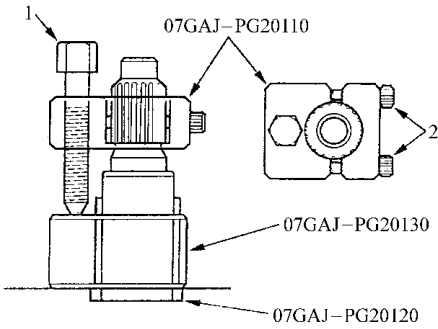

图 4-110 将专用工具连接到主軸上
14) 根据以下说明，将专用工具连接到主轴上。如图 4-110 所示，拧紧主轴固定架螺栓，然后松开 2 个六角头螺栓。将固定架安装在主轴上，让其唇缘朝向变速器器。将主轴固定架的唇缘与主轴花键内面对齐，然后锁紧六角头螺栓。